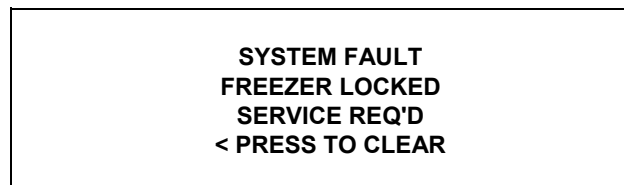

Рисунок 35
2. Произошел отказ термистора (морозильный цилиндр, бачок или гликоль) во время процесса термообработки. (См. рис. 35)